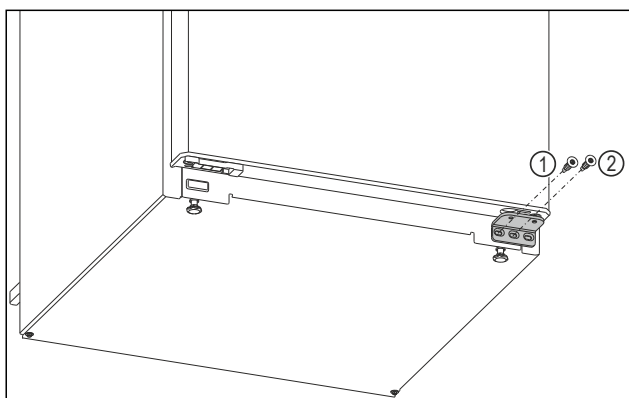

Fig. 6
- ▶ Na spodnjem ležajnem podstavku z izvijačem Torx 20 odvijte notranji vijak. Fig. 6 (1)
- ▶ Na spodnjem ležajnem podstavku z izvijačem Torx 20 odvijte sredinski vijak. Fig. 6 (2)